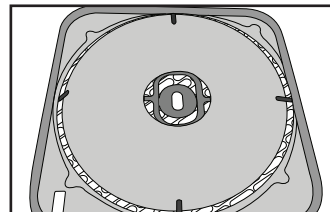

Fig. 4
3. Le pré-filtre et le filtre Nano-Coil seront déjà installés. Pour installer le filtre anti-odeurs et COV facultatif, le retirer du sac en plastique. Placer le filtre à COV dans l'alignement de l'appareil, contre le pré-filtre, maintenu par quatre barrettes. Voir Fig. 4